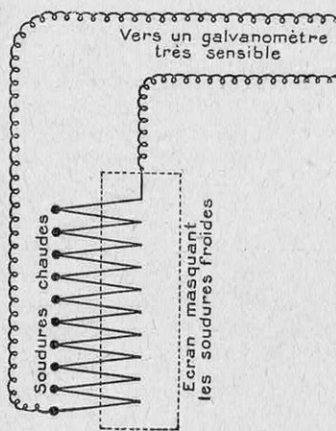

FIG. 5. - UNE PILE THERMOÉLECTRIQUE TRÈS SENSIBLE
2° Il est possible de mettre en série 10 ou 20 piles identiques très fines, dont les effets s'ajoutent (fig. 5) ;
Dans l'expérience qui précède, si l'une des soudures s'échauffe, c'est qu'elle reçoit plus de chaleur que l'autre soudure, de la part des objets qui les entourent l'une et l'autre. Mais, si on présente, devant les soudures non protégées de la pile (fig. 5),
(1) On doublerait encore la sensibilité en recevant alternativement (fig. 5) le rayonnement sur l'une et l'autre série de soudures.